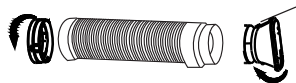

Fig.18
1. Instale el adaptador de Desagüe de la ventana (boca plana) en la manguera de desagüe como lo demostrado en la Fig. 18. Refiérase a la página anterior para la información de la instalación del kit de ventana.